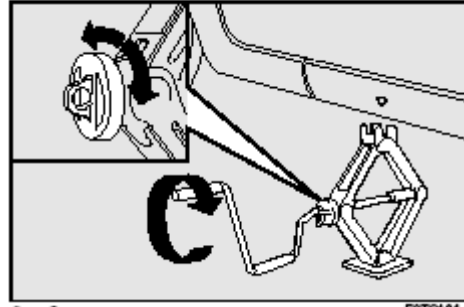
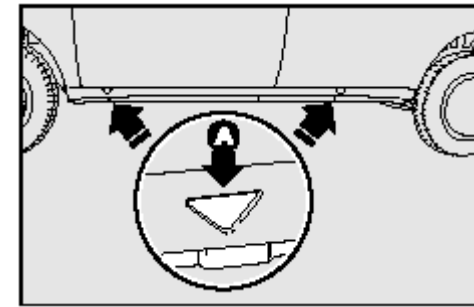

рис. 8
рис. 9
- Вращая ручку домкрата так, чтобы несколько приоткрыть его **рис.8**, затем расположите домкрат под автомобилем напротив выемок **А** - **рис. 9**, ближних к проколотому колесу;